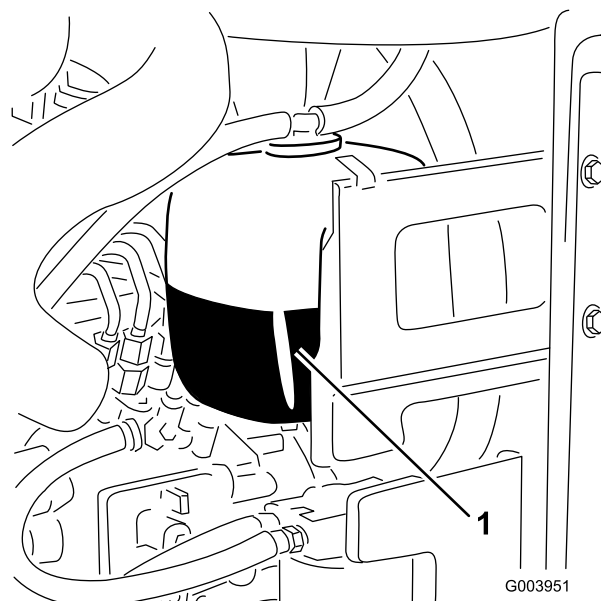

Рисунок 56
1. Проверьте уровень охлаждающей жидкости в расширительном бачке (Рисунок 56).